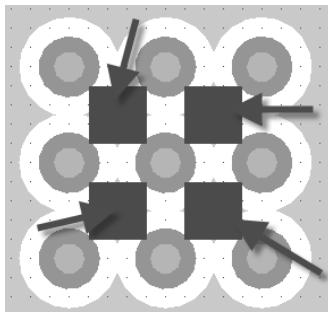

图 12-21 放置填充法
(2) 放置填充法：如果通过第一种方法还没有解决，那么可以把过孔和过孔之间的间距移开一些，或者弄清楚负片的概念（不可视为铜皮，可视为非铜皮），通过放置填充来解决。如图 12-21 所示，执行菜单命令“放置-填充”，进行放置填充，这样看到的方块就没有铜了。